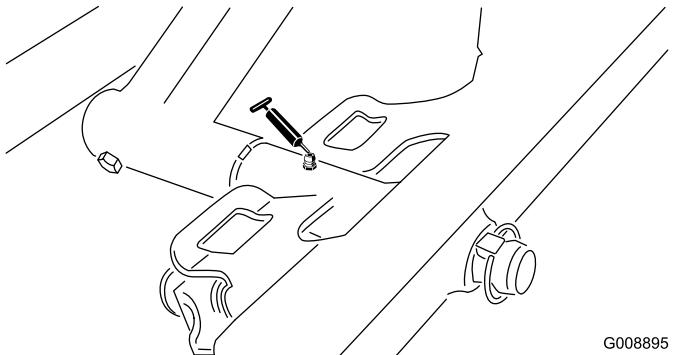

Figure 33
- Pivot d'unité de coupe avant (Figure 33)